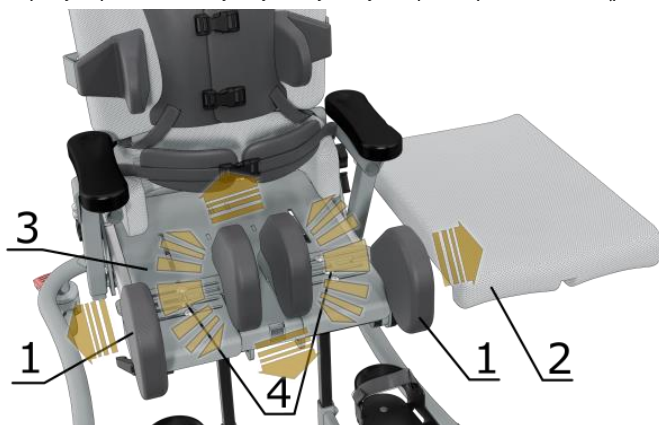

Рисунок 12. Регулировка боковых поддержек бедра.
Для регулировки боковых опор для бедра (1) по ширине и установки нужной абдукции ног снимите мягкую подушку (2) с сиденья (3). Вращением против часовой стрелки ослабьте фиксирующие винты (4) и установите опоры (1) в нужное положение. Придерживая опоры (1), вращением по часовой стрелке плотно затяните винты (4). Установите подушку (2) обратно на сиденье (3). Для компенсации разницы длины бедра – необходимо одну из дополнительных пластин сиденья отрегулировать на нужную глубину, зафиксировать винт.(рис.12)